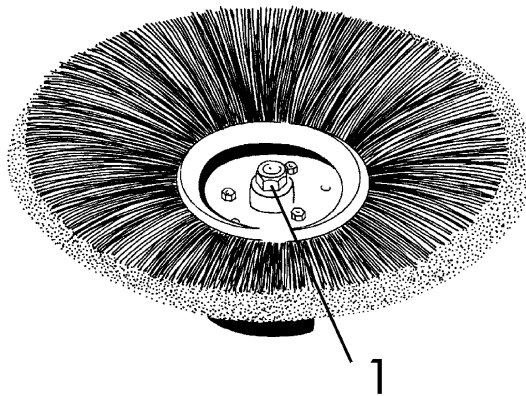

fig. 24
1. Desatornillar el perno 1 (fig.24).